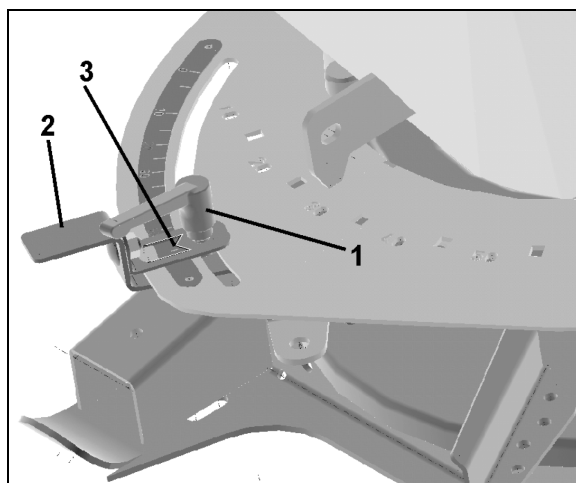

図 36
1. 調整レバー（図 36/1）を解除します。
2. 表示器（図 36/3）が目盛りの希望する値を指すように、シャッター（図 36/2）を設定します。